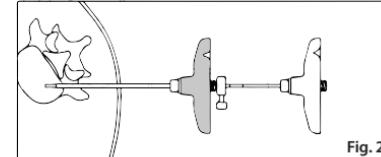

Fig. 2
FIG. 2 Inserire il riempitivo (A) nella cannula di taglio posizionata (introduttore transpeduncolare Preston) fino a quando il misuratore di profondità sul riempitivo (A) viene in contatto con l'estremità luer della cannula di taglio.